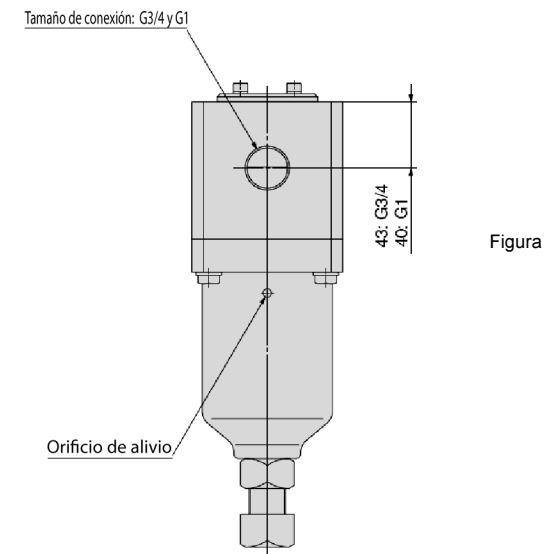

Figura 3
- Se evacuará el aire por las conexiones de alivio/ventilación cuando la presión en la conexión "OUT" sea superior a la presión de regulación. Asegúrese de que el chorro de aire, el volumen de aire y el ruido no supongan un riesgo. Véase la Figura 3.
- La presión de salida se regula girando el perno de ajuste situado en la parte inferior del regulador. Véase la Figura 3. Afloje primero la contratuerca.